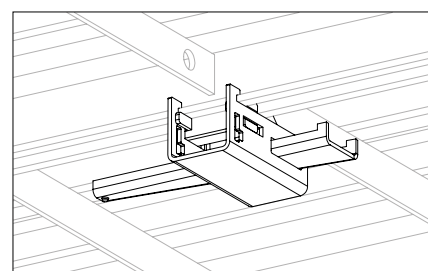

Fig. A5.02
- Telaio per soletta UNO Plus (Fig. A5.02)